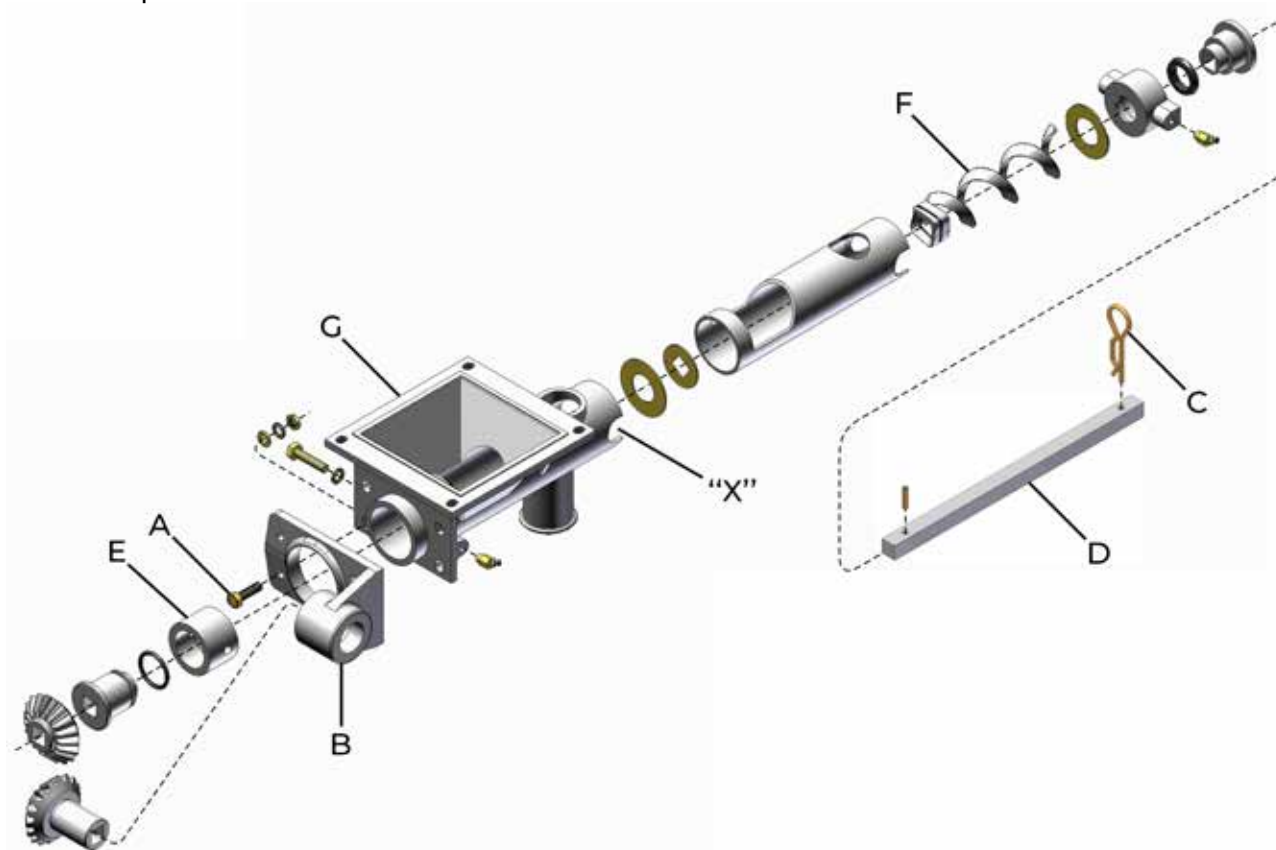

fig. 49
- 1- Afrouxe os parafusos (A) (fig. 49), que fixam a base das engrenagens (B) liberando-a.
- 2- Retire o contrapino (C) e o eixo (D) no sentido do pino elástico que não precisará ser desmontado.
- 3- Retire a bucha (E) e a mola sem-fim (F) pela extremidade ("X") da estrutura (G).